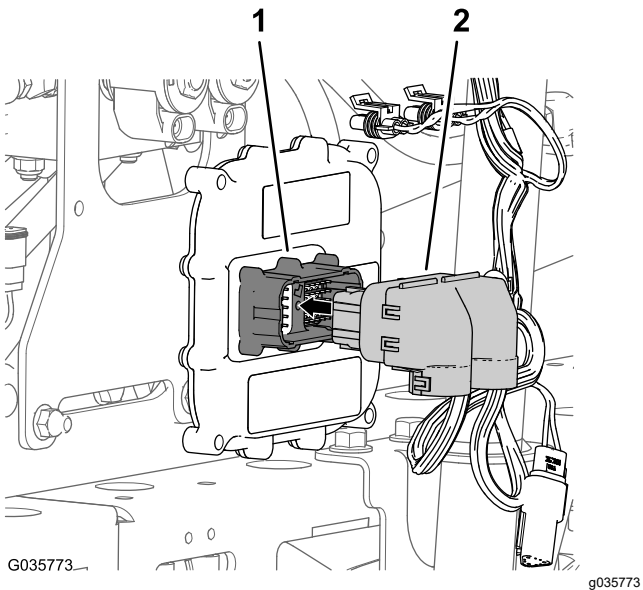

Figura 27
- 2. Ligue o conector de 50 tomadas da cablagem para a rampa Sonic ao conector de 50 pinos do controlador eletrônico e prenda os conectores com o parafuso de cabeça sextavada (Figura 27).